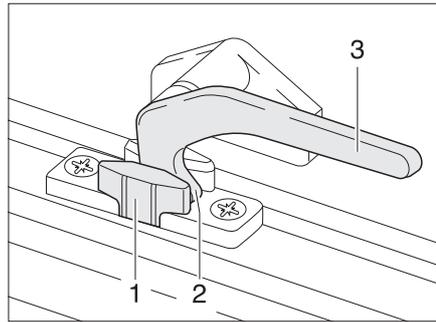

Bild 59 Verriegelungshebel in Stellung "Dauerbelüftung"
- in Stellung "Dauerbelüftung" (Bild 59)
- Den Verriegelungshebel (Bild 59,3) eine viertel Umdrehung zur Fenstermitte hin drehen.
- Den Verriegelungshebel eine viertel Umdrehung zum Fensterrahmen hin drehen. Die Verriegelungsnase (Bild 59,2) dabei in die Aussparung der Fensterverriegelung (Bild 59,1) einfahren.